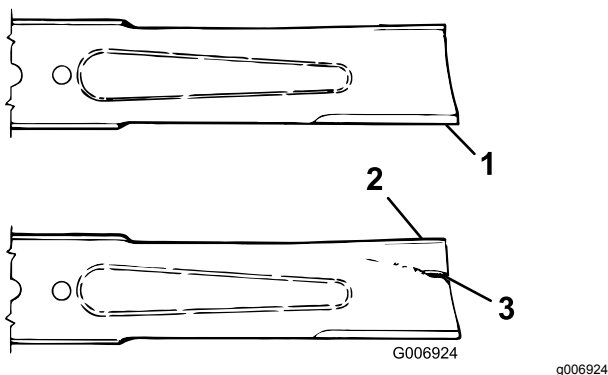

Figura 97
3. Verificate accuratamente i taglienti, con particolare attenzione ai punti d'incontro delle sezioni piatta e curva della lama (Figura 97).
4. Se riscontrate segni di usura (Figura 97), sostituite la lama; fate riferimento a Revisione della lama (pagina 67).